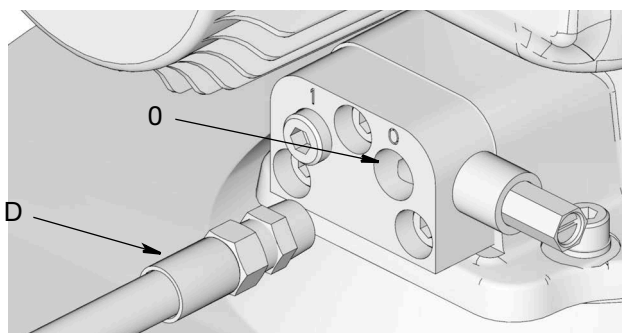

图 53: 润滑剂输出接头
28. 连接定时器/控制器 (F) (用户提供, 若使用)。
29. 将高压润滑剂供应管路 (D) 连接到排气阀或歧管的润滑剂输出接头 (O) 上 (图 53)。